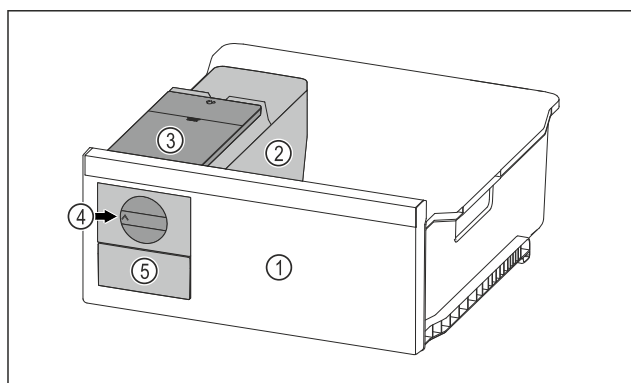

Fig. 113 Beispielhafte Darstellung
- ▶ Drehknopf *Fig. 113 (4)* im Uhrzeigersinn bis zum Anschlag drehen.
- ▷ Eiswürfel fallen aus der Eiswürfelschale in das Eiswürfel Schubfach *Fig. 113 (5)*.